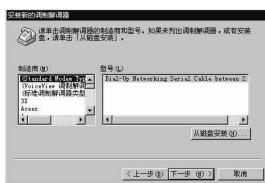

图 3
②在驱动器中插入调制解调器所带的驱动程序盘，单击图 3 中的“从磁盘安装”按钮。在系统提示下，选择调制解调器的制造商和型号，从磁盘安装